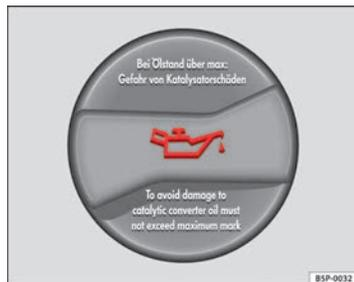

Fig. 167 Tampa do bocal de enchimento do óleo do motor no compartimento do motor
- Desenroscar o tampão do bocal de enchimento do óleo do motor ⇒ Fig. 167.